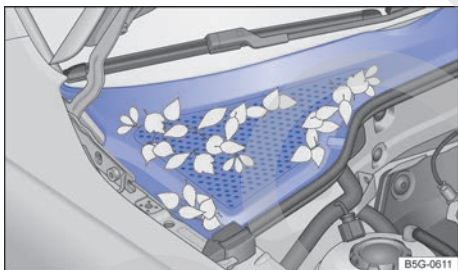

Fig. 167 Entre el compartimiento del motor y el parabrisas: caja de agua (representación esquemática).
- La caja de aguas está ubicada en el compartimento del motor, entre el parabrisas y el motor, y bajo una cubierta perforada → fig. 167. El aire ambiente es aspirado de la caja de aguas al interior del vehículo por medio del sistema de calefacción y ventilación o del aire acondicionado.